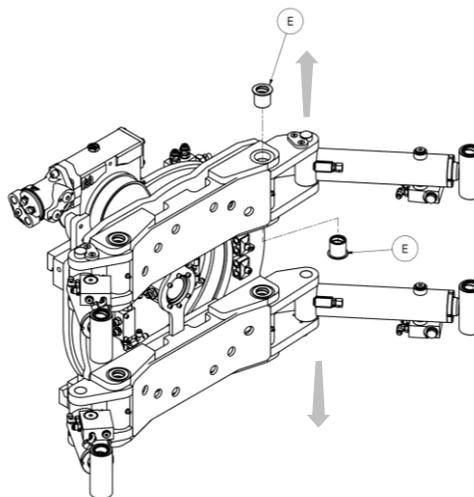

Figura 4
6. Dopo aver sfilato le ganasce rimuovere tutte le bocche "E" presenti Figura 4.